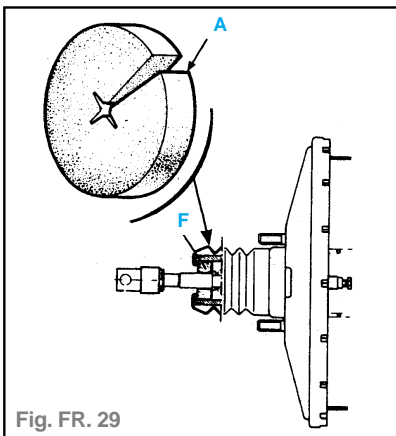

Fig. FR. 29
- Sous le pédalier, à l'aide d'un tournevis ou d'un crochet métallique, extraire le filtre usagé (**F**). Couper en **A** le filtre neuf (voir figure) et l'engager autour de la tige pour le faire pénétrer dans son logement en veillant à l'étendre dans tout l'alésage, pour éviter les passages d'air non filtré (fig. FR. 29).